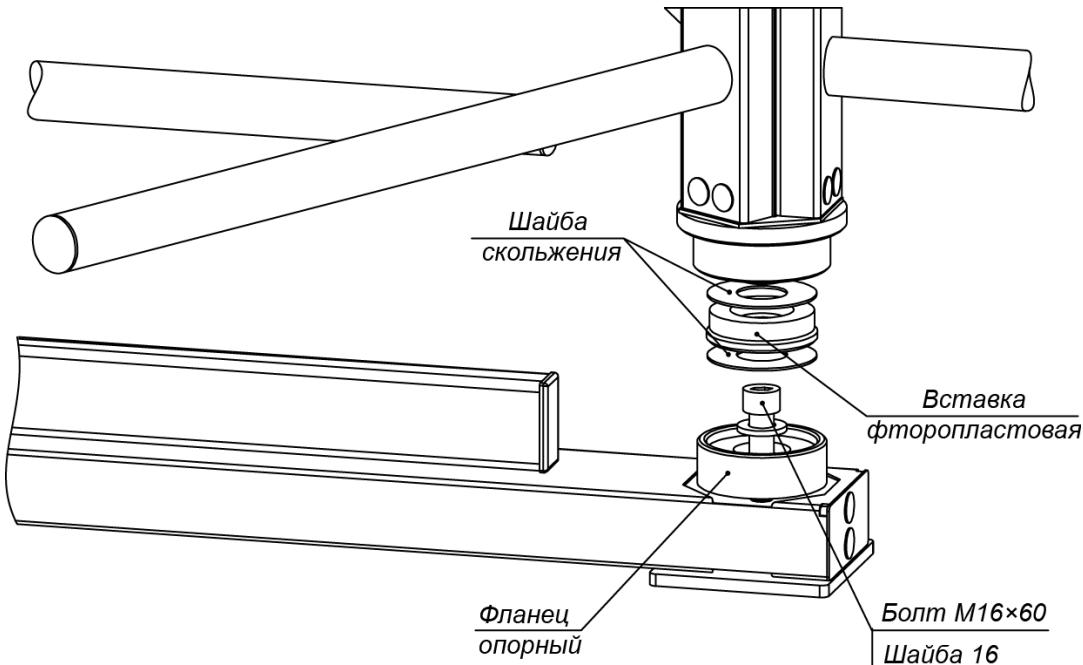

Рисунок 14. Нижний узел вращения ротора (3)
- В место установки нижнего узла вращения ротора вставьте фланец опорный узла вращения (см. рис. 14). Закрепите его и стойку с преграждающими планками на установочной поверхности анкерным болтом M16x60.
14. Распакуйте секции ротора (1) (ящик №2).
15. Произведите монтаж ротора (1) (работайте вдвоем!):
- Соберите нижний узел вращения (3) ротора в стойке с преграждающими планками (5) (см. рис. 14). Две шайбы скольжения и находящаяся между ними фторопластовая вставка должны лежать в узле без перекосов, опираясь на всю опорную поверхность, симметрично относительно оси ротора (верхняя шайба скольжения приклеена к валу ротора). При этом гладкие поверхности шайб скольжения должны быть ориентированы на вставку. Допускается применение на поверхностях скольжения смазки типа ШРУС-4.
- Установите секцию ротора с элементами крепления в нижний узел вращения (3): заведите ее с небольшим наклоном цилиндрическим хвостовиком в узел вращения и затем переведите секцию в вертикальное положение.